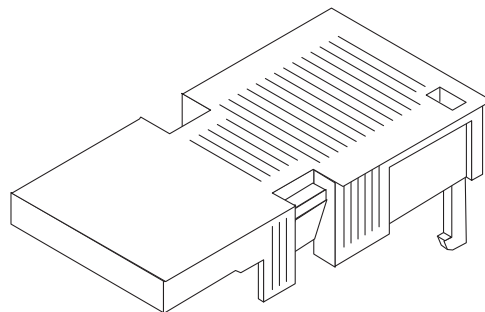

FIGURE 5-1 Pièces de connexion CC
1. Identifiez les pièces dont vous aurez besoin pour l'assemblage du câble d'alimentation CC (FIGURE 5-1).